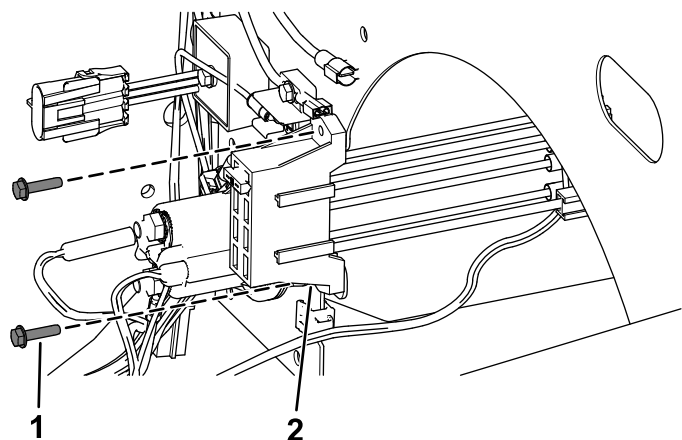

Рисунок 21
- **На машинах, выпущенных в 2019 г. и позже**, прикрепите новый блок предохранителей с помощью 2 самонарезающих винтов, как показано на Рисунок 21.